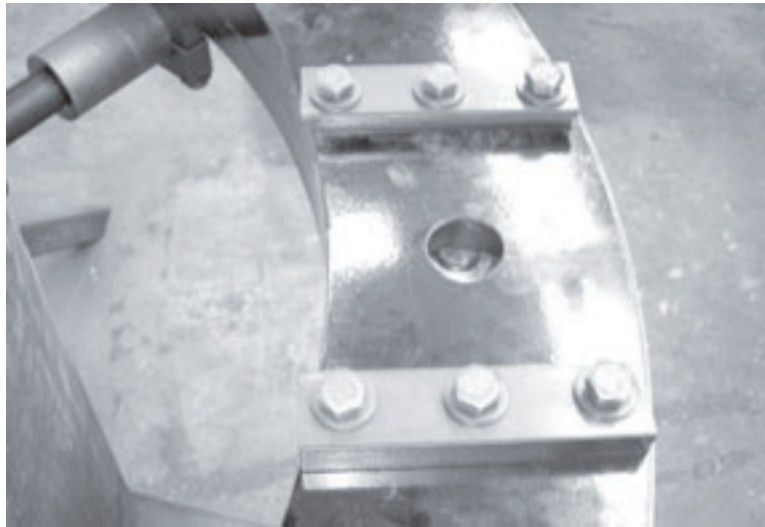

Рис. 5-21. Установите элементы крепления суппорта на вращающейся платформе. Не заворачивайте крепежные болты.
1. Расположите крепежные блоки для суппорта для отрезного резца на вращающейся платформе разъемного агрегата и вставьте крепежные болты, см. Рис. 5-21.